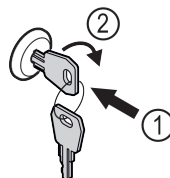

Fig. 68
- Schlüssel hineindrücken Fig. 68 (1).
- Schlüssel um 90° im Uhrzeigersinn drehen Fig. 68 (2).